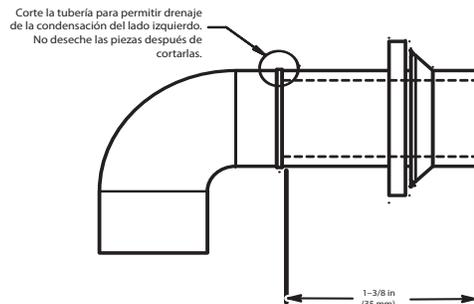

Fig. 16 – Modificación del codo de goma de drenaje
3. Para acoplar la tubería Z a la trampa de condensación y al exterior del calefactor hay que modificar el codo de goma de drenaje formado como se muestra en la Fig. 16.
4. Para retirar la arandela formada del codo de goma de drenaje, corte el codo a lo largo de la línea vertical situada a 1-3/8 in (35 mm) aproximadamente de la arandela formada; consulte la Fig. 16. **NO DESECHE LA ARANDELA FORMADA NI EL CODO DE GOMA.** Utilizará ambas piezas.
SUGERENCIA DE LOS CONTRATISTAS: Cuando se instale el calefactor en posición horizontal, utilice todo el codo de drenaje (es decir, NO lo corte como se muestra en la Fig. 16), para conectar la trampa a la línea de drenaje. Esto ayuda a evitar que los golpes y sacudidas que pueda sufrir la línea de drenaje dañen la trampa de drenaje del calefactor. La tubería de drenaje debe estar bien alineada para que el codo no se doble.